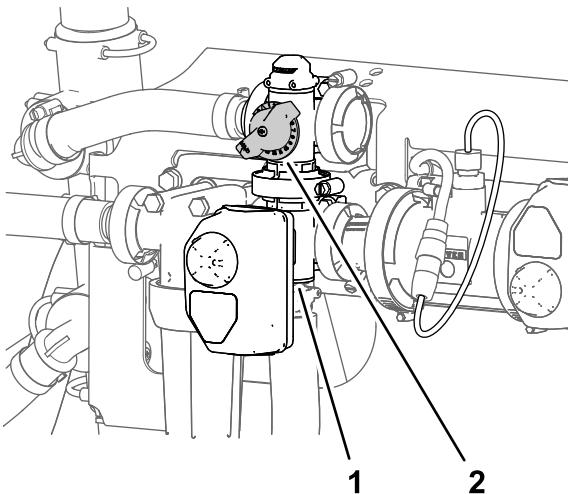

Figure 28
11. Réglez la vanne de dérivation d'agitation (Figure 28) à l'arrière de la vanne d'agitation jusqu'à ce que la pression indiquée soit 6,89 bar.